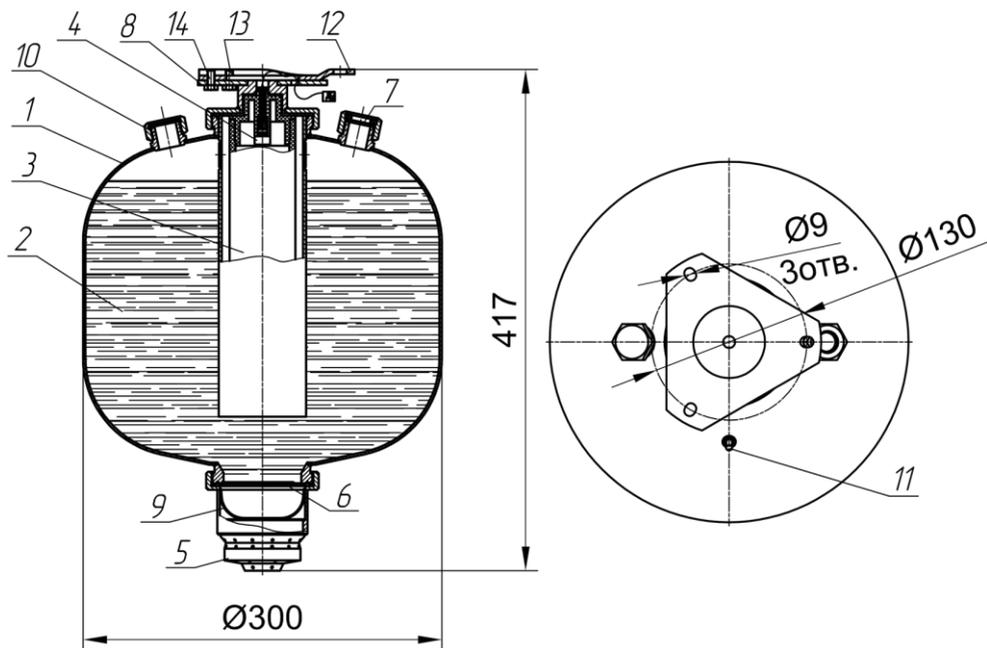

Рис. 2. Модуль пожаротушения тонкораспыленной водой «БУРАН-15ТРВ»
4. Габаритные размеры, мм	см. рис.2
4.1. Модуль (рис. 2) представляет собой герметичную конструкцию, состоящую из стального корпуса 1, заполненного огнетушащим составом 2, генератора газа 3, электровоспламенителя 4, распылителя 5, разрывной мембраны 6, предохранительной мембраны 7, держателя 8. Разрывная мембрана плотно прижата к корпусу распылителем. Перед выпускными отверстиями распылителя установлен сетчатый фильтр 9. На верхней части корпуса имеется заливная горловина 10, болт заземления 11, кронштейн 12 с болтами крепления 13 для монтажа на защищаемом объекте. Болт 14 служит для фиксации кронштейна и держателя модуля.
6.3. Модуль размещается непосредственно на защищаемом объекте (в помещении) и монтируется к горизонтальной части конструкции объекта, при этом крепежные элементы должны выдерживать статическую нагрузку в вертикальном направлении не менее 140 кг. Координаты крепления модуля см. рис.2.
6.4. Соединить держатель модуля 8 (рис. 2) с кронштейном 12 так, чтобы головки болтов 13 вошли в широкие части пазов держателя модуля. После этого повернуть модуль вокруг оси до упора, болты при этом заходят в узкие части пазов и удерживают модуль в подвешенном состоянии. Зафиксировать от поворота модуль относительно кронштейна болтом 14. Затянуть болты 13.